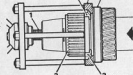

Abb. A. 27
- Werkzeug 18G 1068B über den Mittelbolzen ziehen bis der Mut in Primkranz im Werkzeug sichtbar ist, Abb. A.27.
- Die zwei Halbwagen des Werkzeuges in den Mut des Rades stecken, Abb. A.27.
- Flügelmutter im Gegenstrahlensinn drehen, um Primkranz und Oberrahmen vom Gehäuse abzuschieben, Abb. A.27.